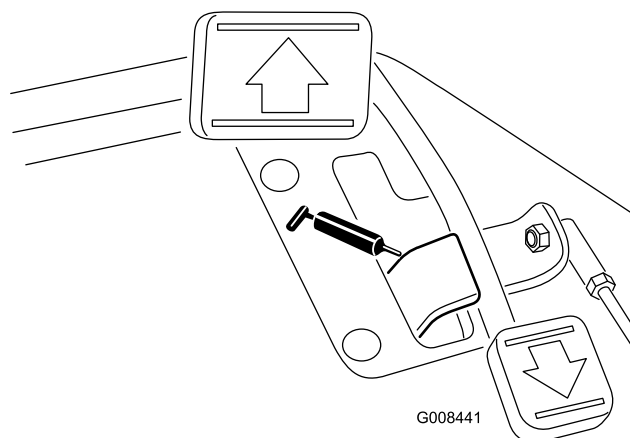

Figure 43
- Pivot de pédale de déplacement (1) (Figure 43)